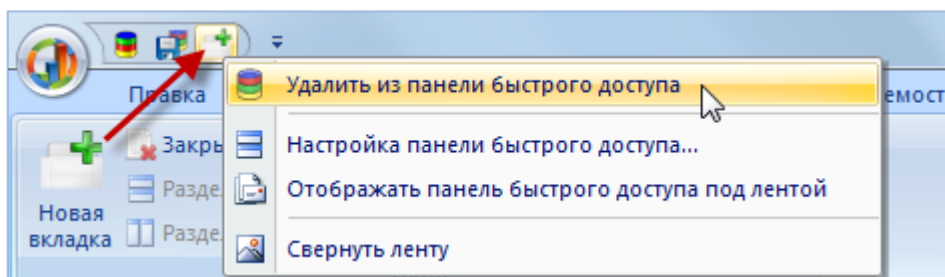

Рис. 5-10 – Удаление команды из панели быстрого доступа
- 2) Щелкнуть правой клавишей мыши на значке команды и в контекстном меню выбрать пункт «Удалить из панели быстрого доступа» (рис. 5-10).